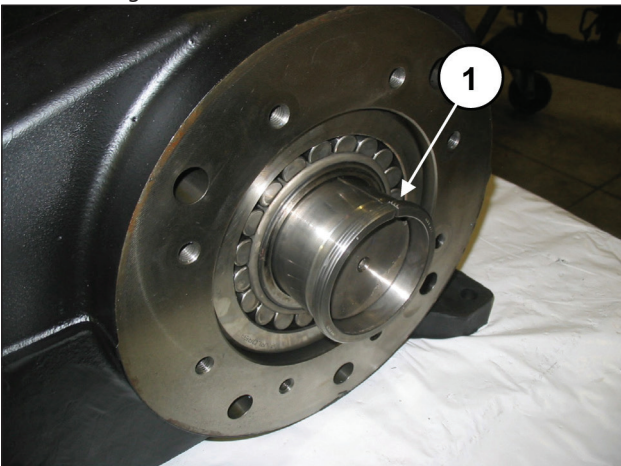

Abb. 45
Setzen Sie die Druckbuchse von Hand ein, um die Ausrichtung der Welle zu gewährleisten (Pos. ①, Abb. 45).